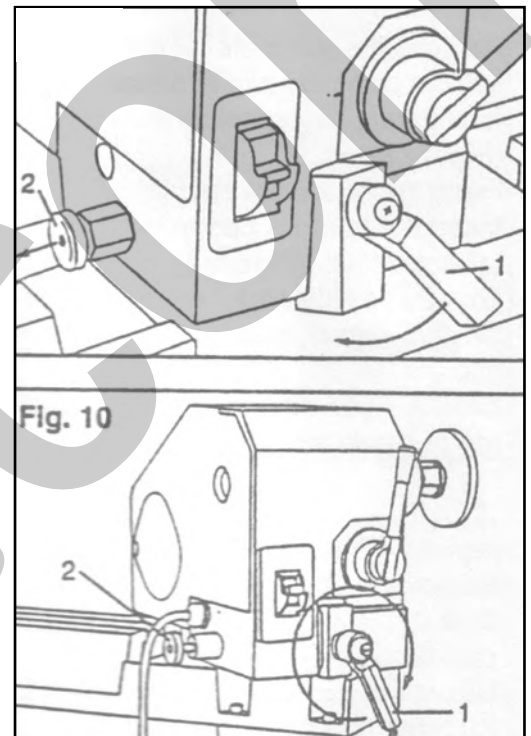

Figura 20 – Rotazione testata.
1. Ruotare la leva di bloccaggio della testata [1] in Figura 20] fino a fare una rotazione completa.